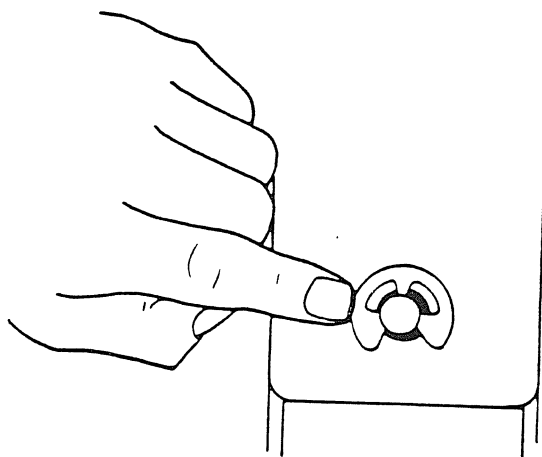

FIGURE 2
10. Comme contrôle complémentaire, ouvrir la porte, pousser l'axe de sorte qu'il ne soit pas centré (figure 2) et alors fermer et ouvrir la porte plusieurs fois, en s'assurant que l'axe se remette en place au centre du trou.